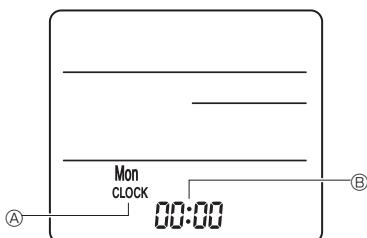

Fig. 6-8
3) Impostazione (Impostazione orologio) (Fig. 6-8)
- ① Inserire le batterie o premere il pulsante Ⓛ CLOCK con qualcosa di appuntito. [CLOCK] Ⓐ e [.] Ⓑ lampeggiano.
- ② Premere il pulsante Ⓛ RESET Ⓛ con qualcosa di appuntito.
- ③ Premere il pulsante Ⓛ ↑ per regolare l'ora.